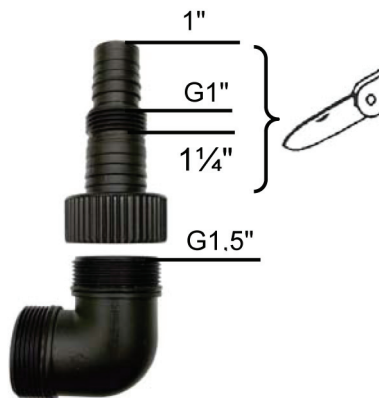

Рис. 2
2. Подсоедините к напорному патрубку насоса напорный шланг (магистраль). Выберите необходимый присоединительный диаметр универсального патрубка, соответствующий внутреннему диаметру шланга. Часть патрубка, находящаяся выше нужного нам соединения отрезается ножом (Рис. 2). Шланг фиксируется на патрубке зажимным хомутом. При подсоединении резьбового соединения часть патрубка, находящаяся выше нужного нам соединения также отрезается ножом.